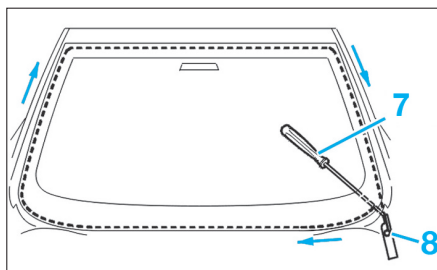

FIG. 3
- Faire passer l'alène (7) (Fig.3) au travers du cordon de colle, dans l'angle inférieur gauche, de l'intérieur vers l'extérieur. Enfiler le fil de découpe dans l'alène et le faire passer vers l'intérieur (50 cm environ).
- Fixer fermement l'extrémité du fil de découpe sur la fixation (8) du capot.